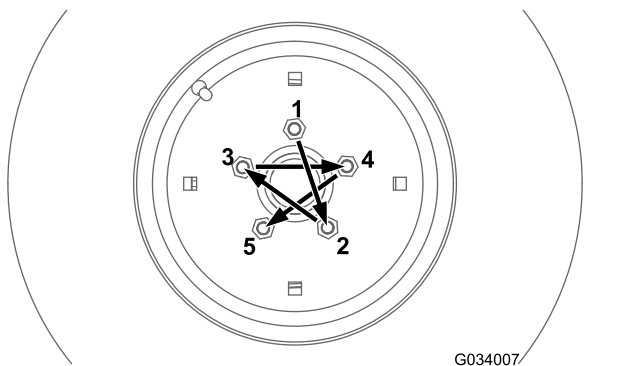
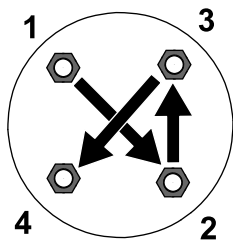

Рисунок 67
Рисунок 68
Затяните зажимные гайки передних и задних колес (только на машинах с полным приводом) в порядке, показанном на Рисунок 67 и Рисунок 68, с указанным моментом затяжки.
- Передние колеса: см. Рисунок 67
- Задние колеса (только на машинах с полным приводом): см. Рисунок 68.